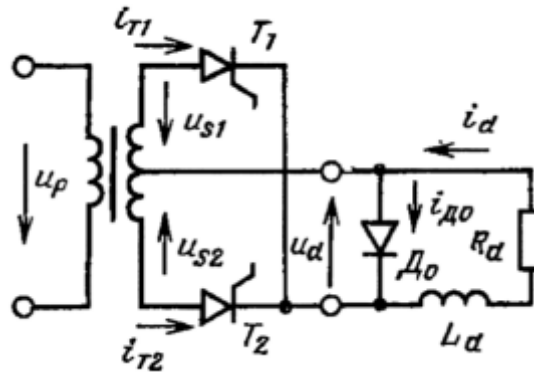

Рисунок 9 – Управляемый преобразователь со схемой 1Φ1Н2Π с шунтирующим диодом
16. Управляемый выпрямитель со схемой соединений 1Ф1Н2П и шунтирующим диодом (рис. 9) работает на нагрузку, состоящую из последовательно соединенных реактора с индуктивностью $L_d \approx \infty$ и резистора с сопротивлением $R_d = 10$ Ом. Действующее значение напряжения вентильной об-